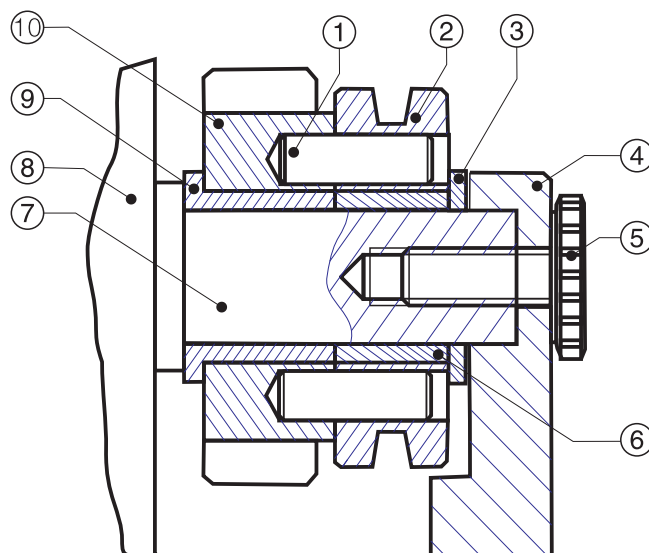

рис.3.4
Устройство привода ведущих роликов механизма подачи сварочной проволоки представлено на рис.3.4.
- отвернуть винт крепления защитного кожуха п.5 рис.3.4,
- отвернуть винты крепления защитного кожуха привода п.5 рис.3.4,
- снять защитный кожух п.4 рис.3.4,